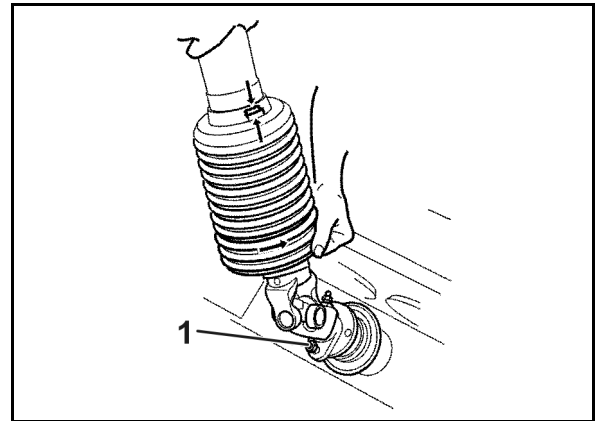

Fig. 89
1. Sett kraftoverføringsakselvernet i monteringsstilling (Fig. 89).
De løst medfølgende **boltene** M8 x 30 A2-70, er **reservebrytebolter** (Fig. 89/1) til feste av kraftoverføringsakselens gaffel til koblingsflensen på girets inngangsaksel. Sett alltid kraftoverføringsakselen inn med fett før den settes på girets inngangsaksel.